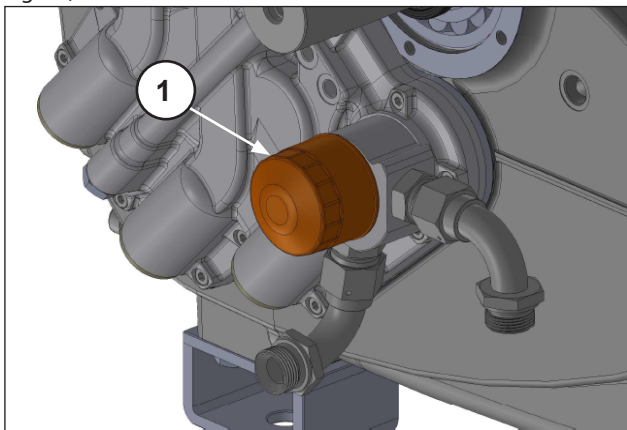

Fig. 17
La dévisser à la main ou à l'aide d'un outil approprié (rep. ①, Fig. 17).